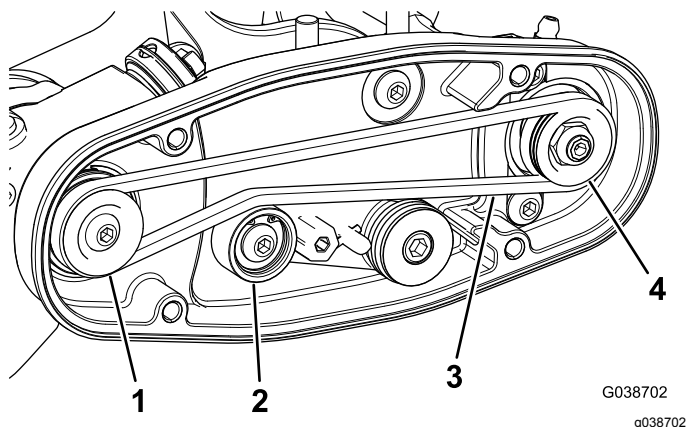

Figura 26
A. Passe a correia em redor da polia da **transmissão** e, em seguida, sobre a parte superior da polia intermédia (Figura 26).
- B. Ligue a correia na polia **acionada** (Figura 26).